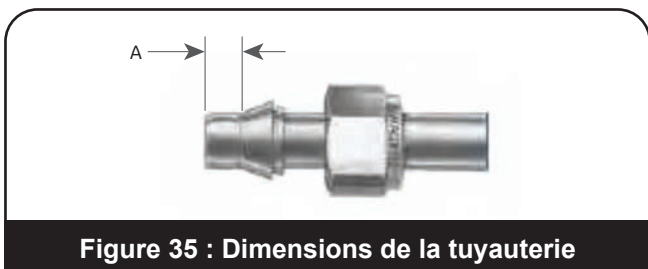

Figure 35 : Dimensions de la tuyauterie
2. Installez les tubes de 0,375" (9,53 mm) de diamètre extérieur (reportez-vous au Tableau 12 pour le dimensionnement des tubes) dans les raccords des orifices d'entrée et du dôme. Veillez à ce que les extrémités du tube soient complètement insérées avant de serrer. Commencez à serrer le raccord. À mi-course, vérifiez que la jauge d'inspection d'écart Swagelok (réf. Swagelok MS-IG-468) peut être installée. Continuez à serrer le raccord jusqu'à ce que la jauge d'inspection d'écart Swagelok ne rentre plus. Après le serrage, retirez le tube pour vérifier que la bague est bien au contact de la tubulure. Consultez le Tableau 11 et la Figure 35 pour déterminer si la bague est correctement positionnée. Réinstallez le tube.